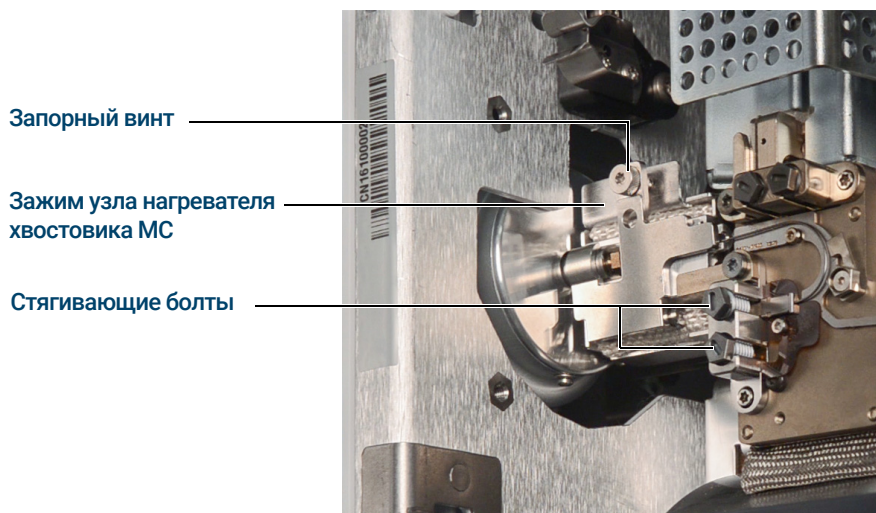

Рис. 15. Зажим узла нагревателя хвостовика МС закрыт
- 9 С помощью динамометрической отвертки Intuvo извлеките стягивающий болт, который фиксирует защелкиваемое соединение хвостовика ГХ-МС 9000 с шиной. Также извлеките болт из пустого разъема шины. (См. **Рис. 15.**)